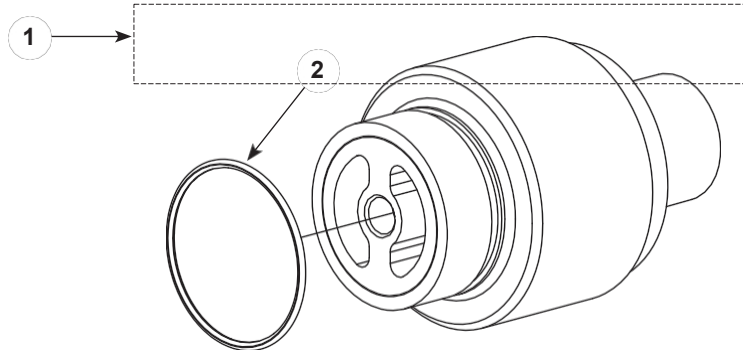

Figura 22 XD Ansamblu suport electrod
B. Consultați figura 22 și lista de piese pentru piesele de schimb pentru kitul de asamblare a suportului electrodului XD.